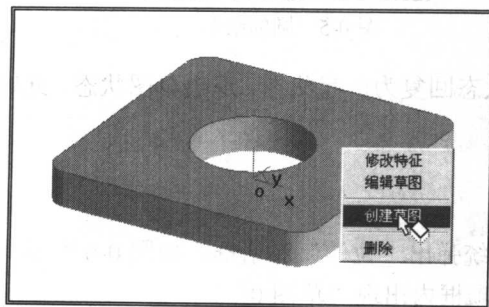

图 0-10 选择创建草图绘制平面
① 移动光标至底座顶面，待光标提示变为时，单击右键，选择“创建草图”，如图 0-10 所示。